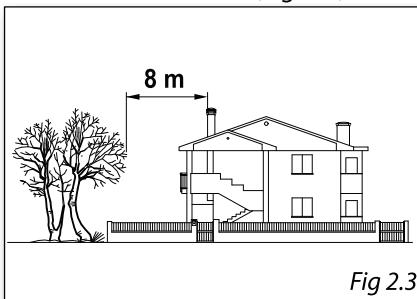

Fig 2.3
- Per evitare ritorni di fumi, eventuali ostacoli come alberi, fabbricati, ecc..dovranno essere ad almeno 8 metri dall'uscita della canna fumaria (Fig. 2.3).